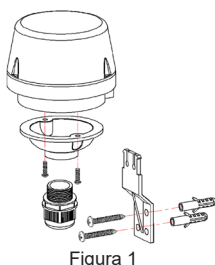

Figura 1
- Aflojar los dos tornillos en la parte inferior, extraer el soporte negro y la cubierta de plástico (ver figura 1).